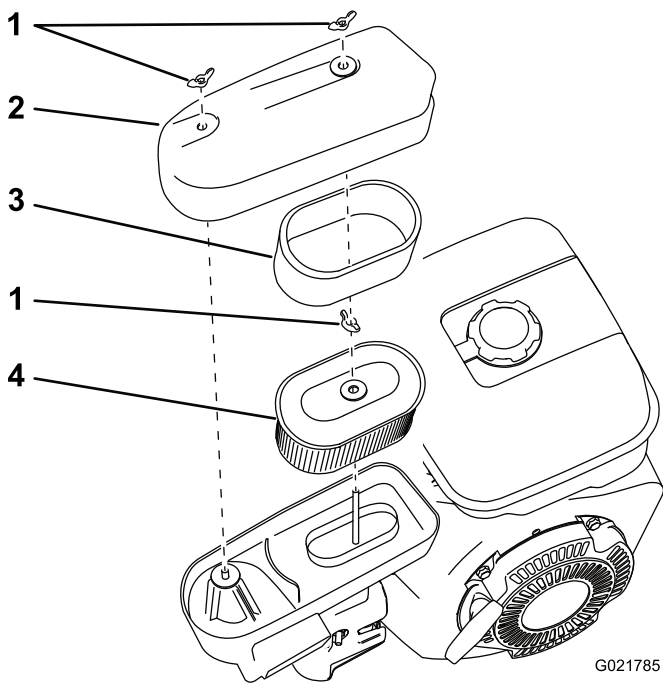

Figure 18
3. Retirez les écrous à oreilles de fixation du couvercle (Figure 18).
6. Déposez les éléments en mousse et papier de la base (Figure 18).
7. Sortez l'élément en mousse de l'élément en papier (Figure 18).